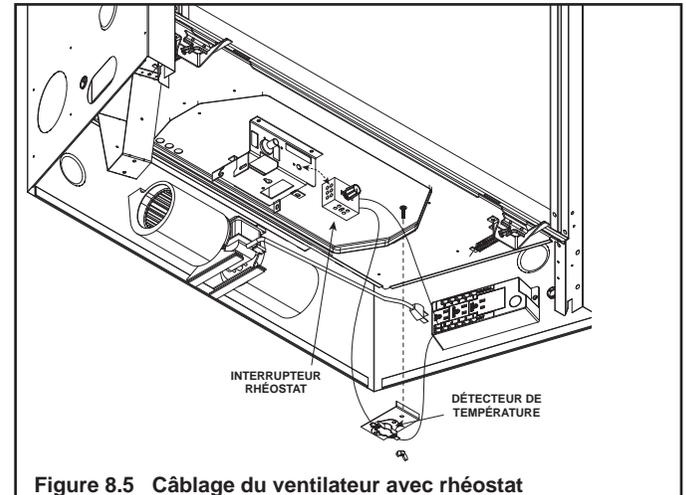

Figure 8.5 Câblage du ventilateur avec rhéostat
Si le ventilateur n'est pas installé pour fonctionner avec un interrupteur mural, le détecteur de température devra être installé. Voir la figure 8.5. pour l'emplacement du détecteur de température et le contrôle du ventilateur.
- Installez un rhéostat à l'emplacement indiqué à la figure 8.5.